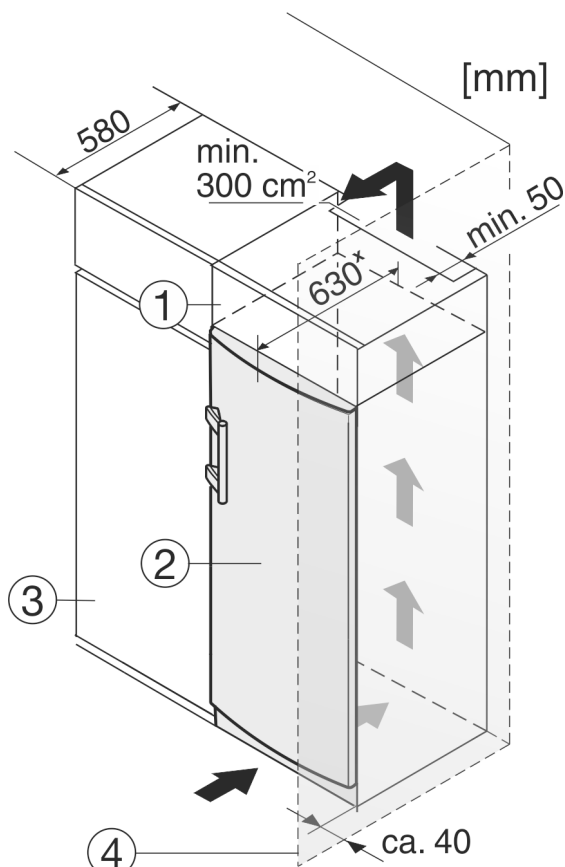

Fig. 10
- (1) Nadgradna omarica
- (2) Naprava
- (3) Kuhinjska omara
- (4) Stena
Okoli naprave lahko vgradite kuhinjske omare. Za poravnavo naprave Fig. 10 (2) s kuhinjskimi elementi lahko nad napravo postavite ustrezno nadgradno omarico Fig. 10 (1).
Pri vgradnji aparata v kuhinjske omare (globina maks. 580 mm) lahko aparat postavite neposredno ob kuhinjsko omaro Fig. 10 (3). Aparat je ob strani postavljen 34 mm * in na sredini aparata 50 mm * od čelne stranice kuhinjske omare.
Če aparat postavite s tečaji ob steni *Fig. 10 (4)*, mora razdalja med aparatom in steno znašati vsaj 40 mm. To ustreza velikosti ročaja pri odprtih vratih.